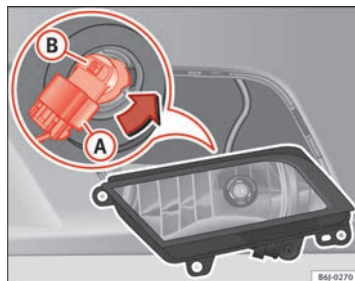

Fig. 191 Farol de nevoeiro
- Retire o conector ⇒ Fig. 191 (A) da lâmpada.
- Rode o porta-lâmpadas ⇒ Fig. 191 (B) para a esquerda e puxe. ►